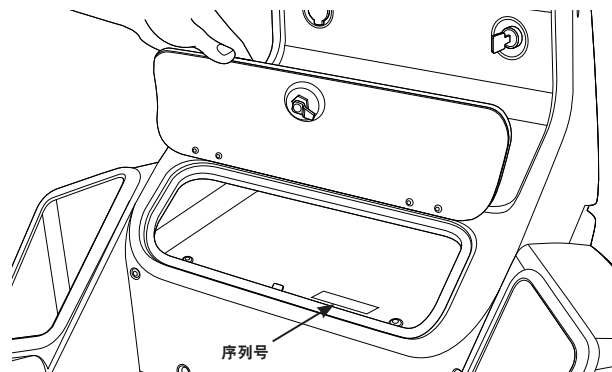

图 6: SE-3 Patroller 序列号位置
2. 找到 12 位 SE-3 Patroller 序列号（图 6）。